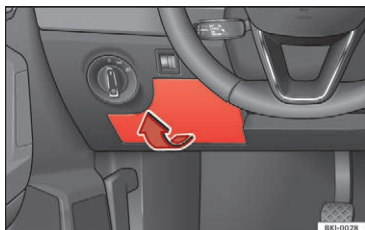

Fig. 69 Instrumentpanelet i førersiden: afdækning på sikringsboks
- Åbning: Tag afdækningen til sikringsboksen af i pilens retning » Fig. 69.